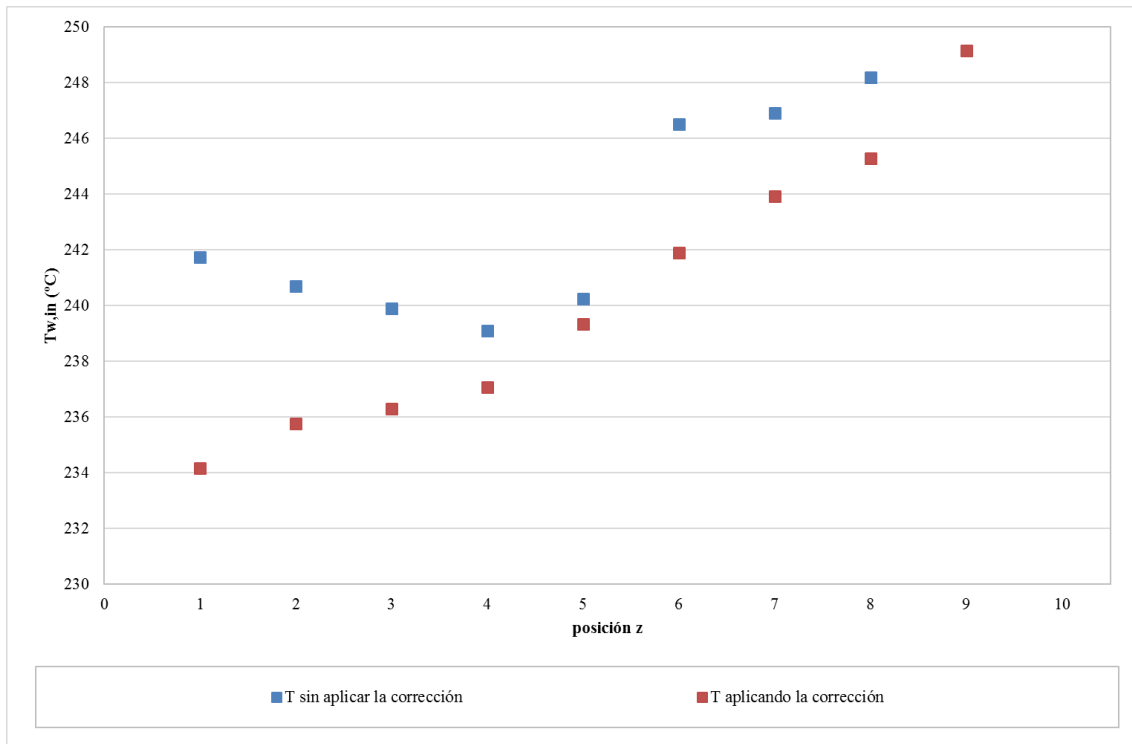

Figura 39. Temperatura de la pared del tubo de la sección de medida antes y después de aplicar la corrección.
- a. En primer lugar, la variación de temperatura medida asciende a lo largo de la sección, ya que se está aplicando calor mediante la fuente de alimentación conectada a los bornes de la sección de calentamiento. Este calentamiento se comprueba mediante la medida de la temperatura con los termopares tipo K dispuestos a la entrada y salida de la tubería. En la Figura 39 se muestra los datos de temperatura en el tubo antes y después de aplicar la corrección.